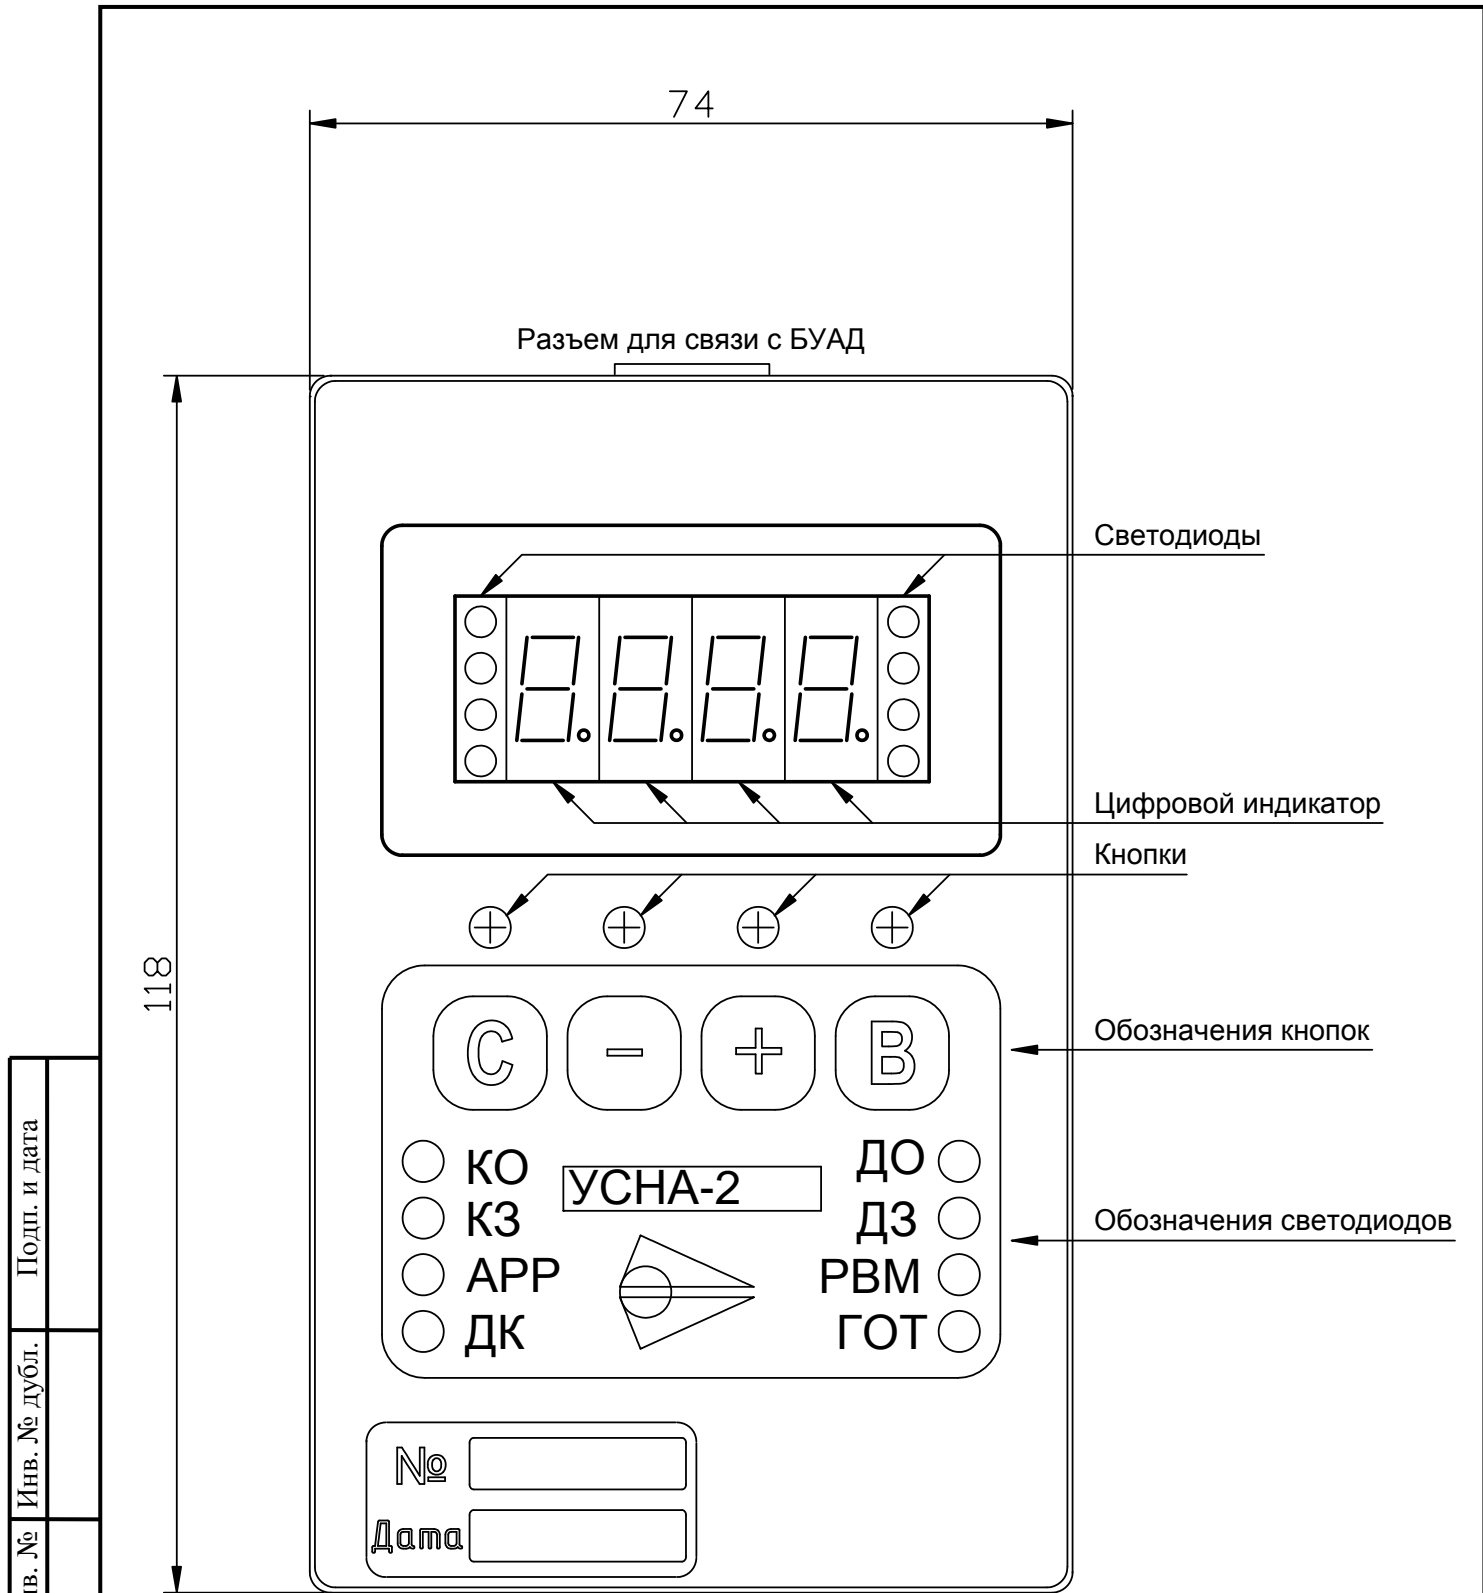

Рис.1. Внешний вид Устройства настройки УСНА, исполнение 1.
*Устройство* применяется для обмена информацией с БУАД посредством кабеля двустороннего последовательного обмена УСНА-БУАД, через который также осуществляется питание *Устройства*. Разъем для подключения кабеля к *Устройству* показан на **рис.1, 2**.
*Устройство* имеет два исполнения, отличающихся только корпусами (**рис.1, 2**).
Габаритные размеры *Устройства* приведены на **рис.1, 2**.
3.4.1. Панель управления *Устройства* (**рис.1, 2**) состоит из